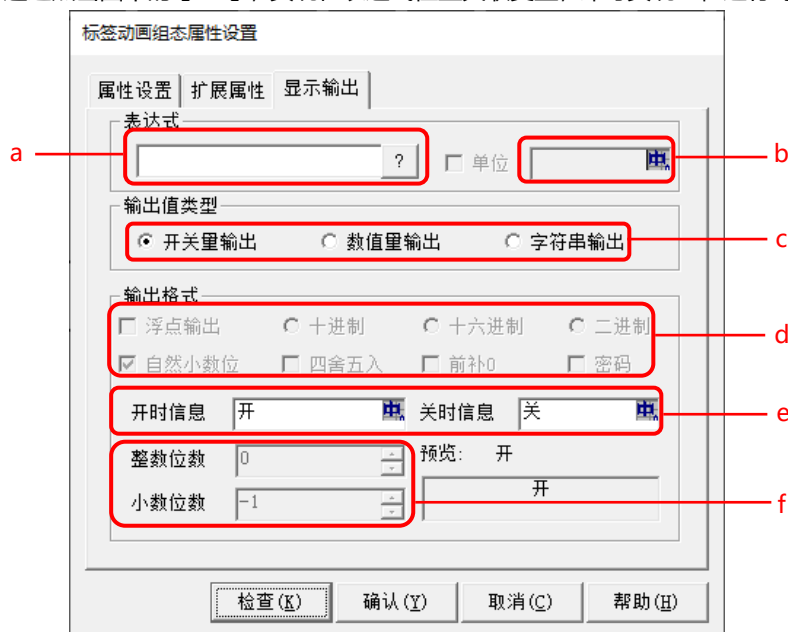

图 2.2-3 标签显示输出设置
- ③ 如图 2.2-3 所示，通过点击图中的【？】，实现在表达式位置关联变量，即可实现工程运行时显示所关联变量的值。